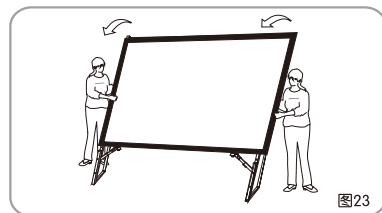

图23
11. 将安装好的整个框架扶起时，应保持幕布处在一个水平面上，避免损伤框架和幕布。(见图23)